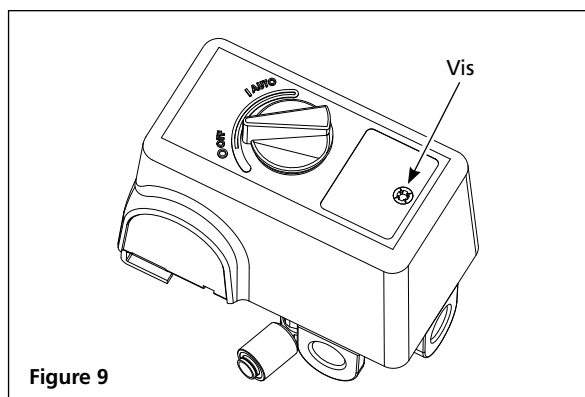

Figure 9
- Retirez le couvercle du pressostat après en avoir desserré la vis (consultez la figure 9). Utilisez un tournevis cruciforme (non inclus). Les pressostats n'ont pas tous le même aspect.